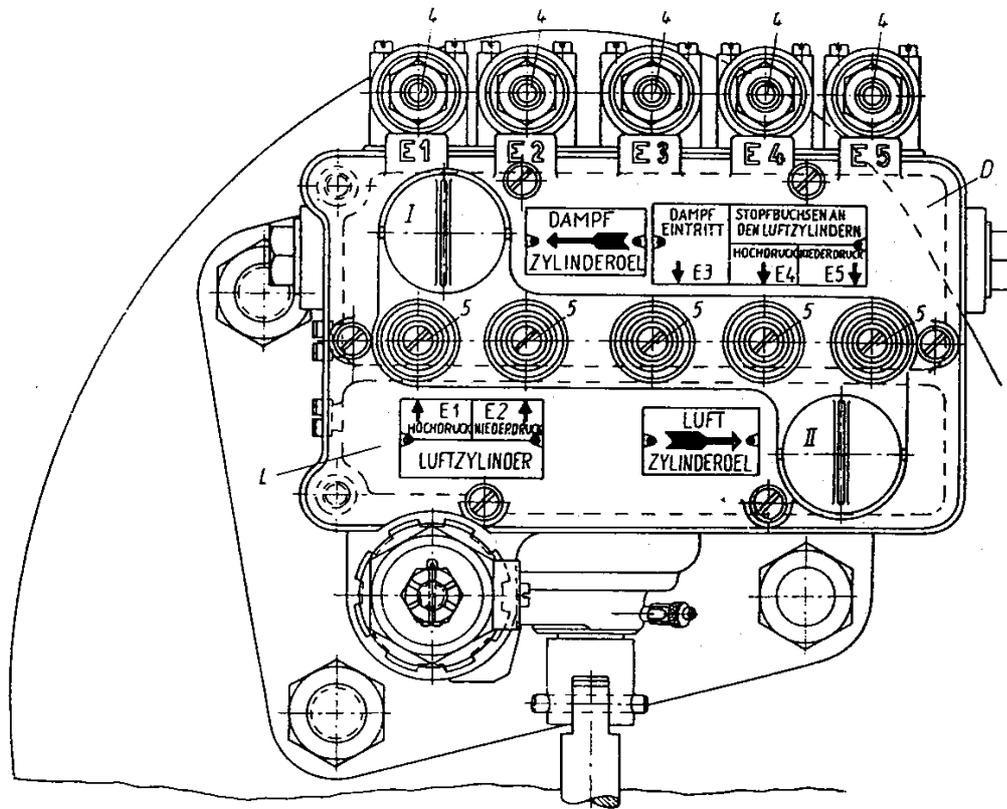

Bild 50. Aufsicht auf die Schmierpumpe mit 5 Schmierstellen
Sie setzt sich aus einzelnen, von einer gemeinsamen Welle angetriebenen Kolbenpumpen zusammen, die während des Ganges der Luft- und Speisepumpe das Öl zu den Teilen E 1 bis E 5 (Bild 50) und durch Rohrleitungen mit Ölsperren selbsttätig zu den Schmierstellen drücken. Da die DK-Schmierpumpe Dampf- und Luftzylinder schmiert, sind 2 Ölvorratsbehälter (D) und (L) in der Pumpe vorgesehen. Der Vorratsbehälter (D) wird mit Naßdampföl und der Behälter (L) mit Kompressorenöl gefüllt. An Stelle von Naßdampföl kann auch Heißdampföl oder besser ein Gemisch
Bild 50 zeigt die Teile E 1 bis E 5 sowie die als Ölvorratsbehälter bestimmten Abteilungen (L) und (D). Die Schrauben (5) besitzen Zeiger und Teilung und dienen zum Einstellen der Fördermengen. In der Zeigerstellung (8) hat die Pumpe die größte Fördermenge; für ein Pumpenteil beträgt sie  $0,2 \text{ cm}^3$  Öl bei einer Umdrehung der Antriebswelle.